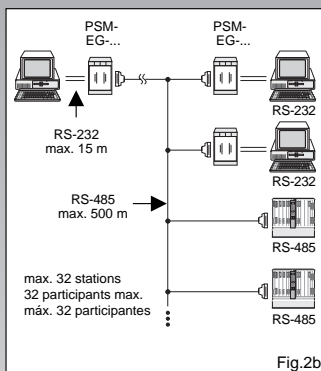

Fig.2b
- **Networking** (Fig. 2b) of maximum 32 stations.
- **Interconnexion** (fig. 2b) de 32 participants maximum.
- **Enlace** (fig. 2b) de máximo 32 participantes.